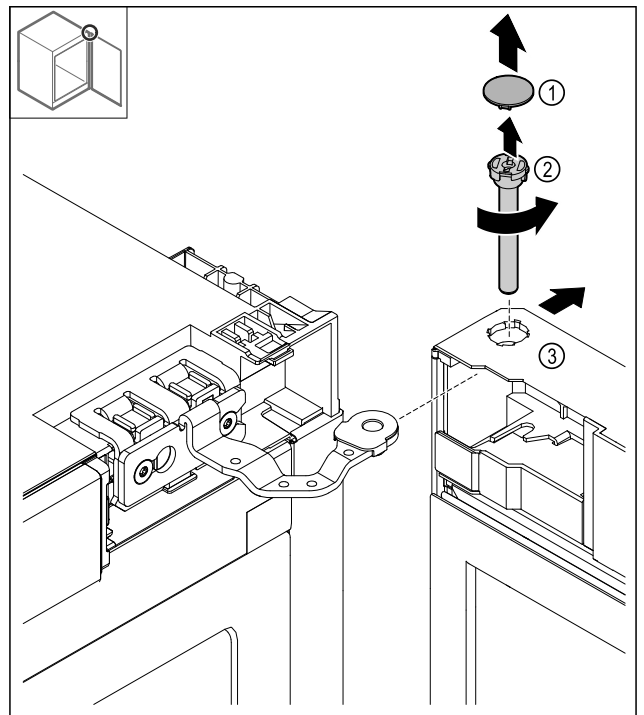

Fig. 12
- Afdekking Fig. 12 (1) wegnemen.
- Bouten Fig. 12 (2) linksom losdraaien en er uit trekken.
- Deur Fig. 12 (3) iets kantelen.